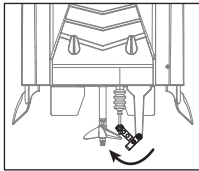
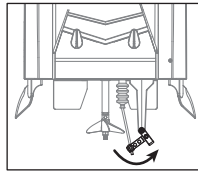

Bild 8
Bild 9
3. Drehen Sie das Lenkrad nach links, das dreht nach links (Bild 8). Drehen Sie das Lenkrad nach rechts, das Ruder dreht nach rechts (Bild 9).